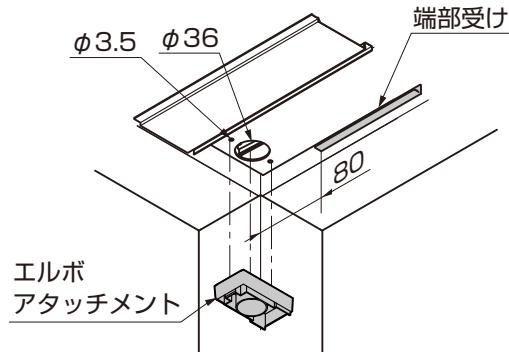

図11-108 A部詳細図
①エルボアタッチメントを樋にあて、ケガキ、ドリルで水抜き穴φ36とエルボアタッチメント取付穴φ3.5をあけてください。（図11-108、11-109参照）
- 以降の施工手順はP.65の③から、P.66の④の手順を参考にしてください。
- 端部受け材は縦樋がつく側の端部から80mmの範囲は取付けないでください。（図11-108参照）
④エルボアタッチメントにアタッチメントパッキンを貼付けし、ルーフの雨樋に【10-1】で取付けてください。